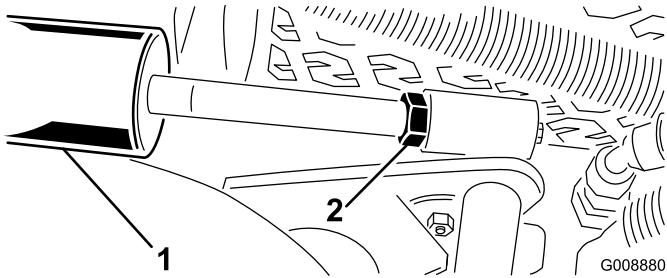

**Figura 28**
3. Ligue o motor, eleve os braços de elevação e certifique-se de que a folga entre a fita de atrito na barra de atrito da parte superior da unidade de corte e a correia do amortecedor é de 0,51 a 2,54 mm (Figura 28).